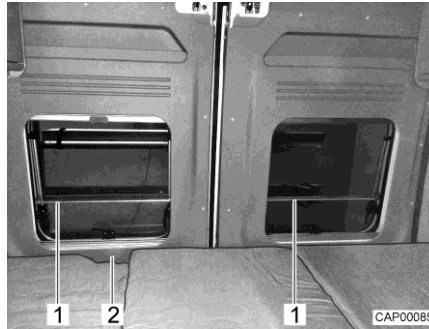

Fig. 57 Protección contra caídas (cama trasera longitudinal)
- ▷ Las ventanas de las puertas traseras están equipadas con una protección contra caídas (Fig. 57,1). La puerta trasera se puede abrir desde el interior a través del orificio (Fig. 57,2).